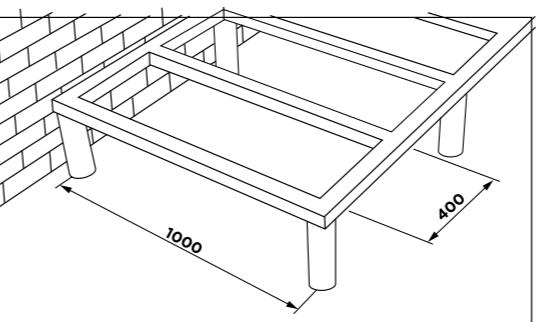

рис. 3
- на металлический каркас на сваях (рис. 3);